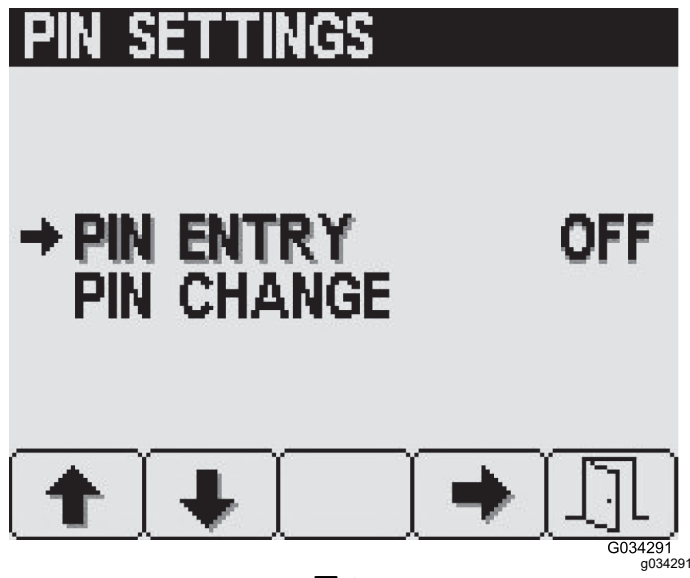

图 25
- 按 1 号或 2 号按钮可选择 PIN ENTRY PIN 输入选项 图 25。
- 按 4 号按钮可 ON 打开或 OFF 关闭 需要输入 PIN 的要求 图 25。